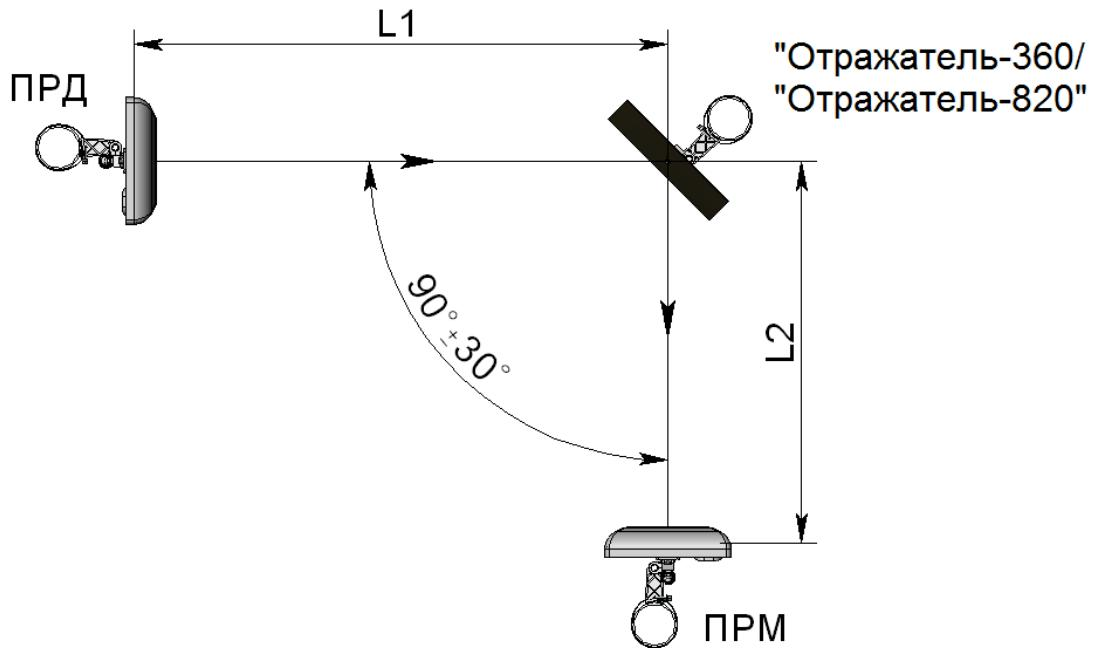

Рисунок 10.1
10.2 При работе с «Отражателем-360» суммарная длина зоны обнаружения L_1+L_2 (где L_1 – расстояние между ПРД и отражателем, L_2 – расстояние между отражателем и ПРМ, см. рисунок 10.1) не должна превышать 50 м.